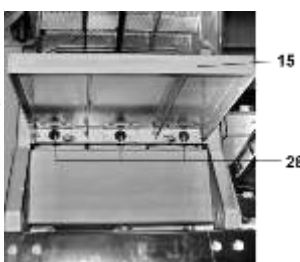

Рис. 6
9.2.6. При оборудовании строгальной машины для выполнения строгания в размер по высоте (рейсмус) при необходимости установите и закрепите болтовыми соединениями (28) удлинитель стола (15), Рис.6.